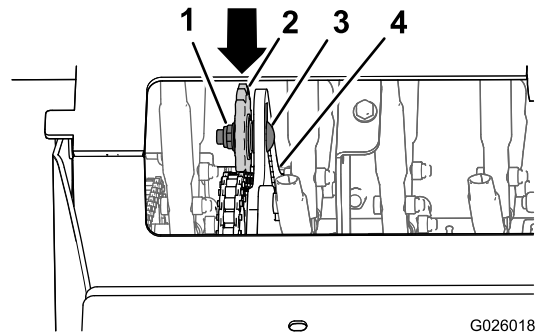

Figure 67
4. Desserrez le contre-écrou et le boulon de carrosserie qui fixent le pignon de tension (Figure 67).
- Poussez le pignon vers le bas et l'avant pour augmenter la tension de la chaîne, comme montré à la Figure 67.